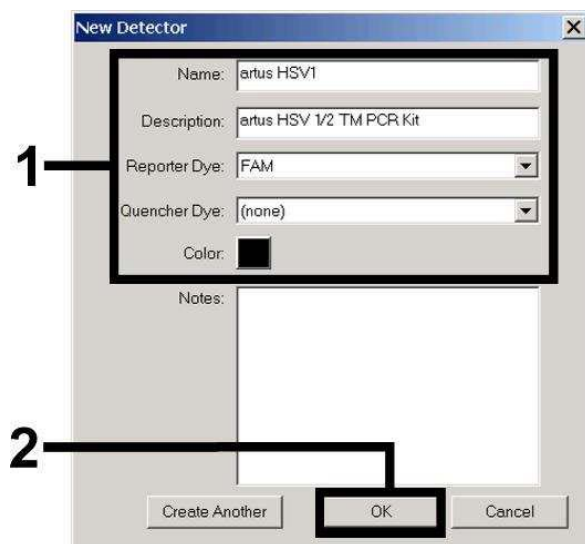
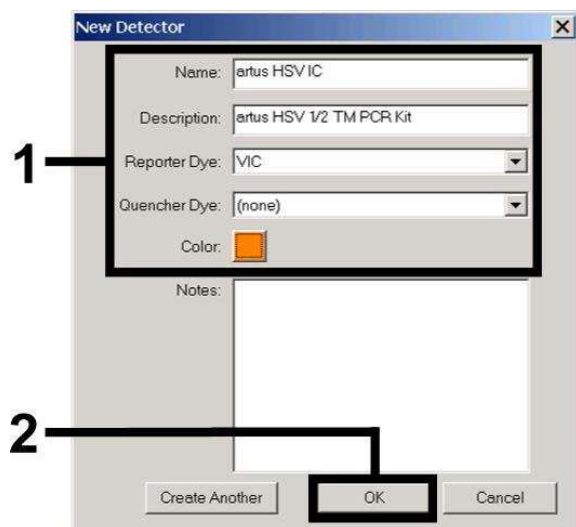
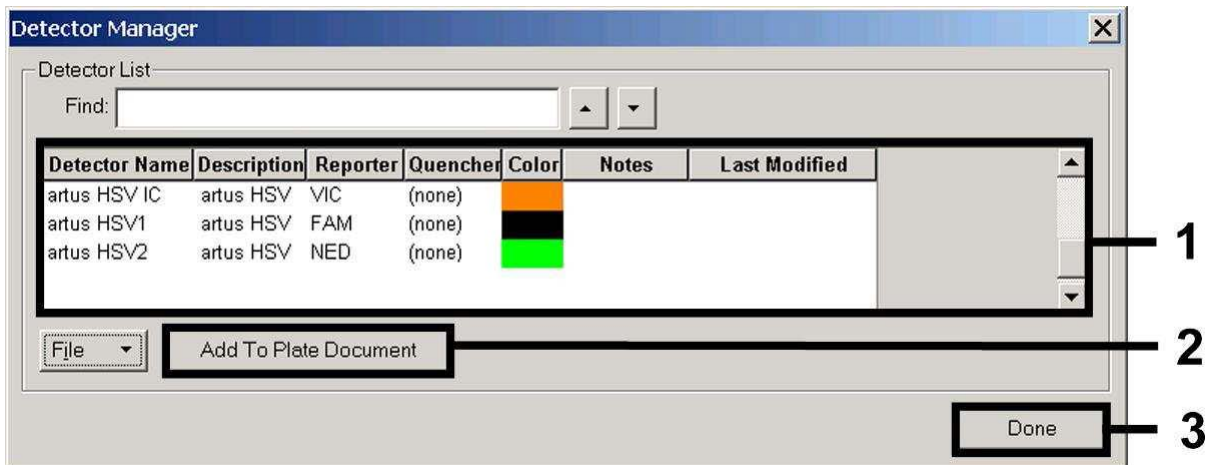

Fig. 4: De HSV-1-specifieke detector aanmaken (*Detector Manager*).
Fig. 6: De IC-specifieke detector aanmaken (*Detector Manager*) voor HSV-1/HSV-2.
Fig. 7: De detectoren selecteren (*Detector Manager*).
Voor de detectie van HSV-1-DNA of HSV-2-DNA definieert u in het nieuwe venster de reporter/quencher-combinatie FAM/geen of NED/geen. Voor de detectie van de *Internal Control* selecteert u de combinatie VIC/geen (zoals weergegeven in fig. 4 – fig. 6). Door de invoergegevens te bevestigen (OK) keert u terug naar de *Detector Manager*. Markeer de nieuw aangemaakte detectoren en breng iedere selectie over naar de *Well Inspector* (putjescontroleur) door te klikken op de optie *Add to Plate Document* ('toevoegen aan plaatdocument', zie fig. 7). Sluit het venster (*Done* [klaar]).